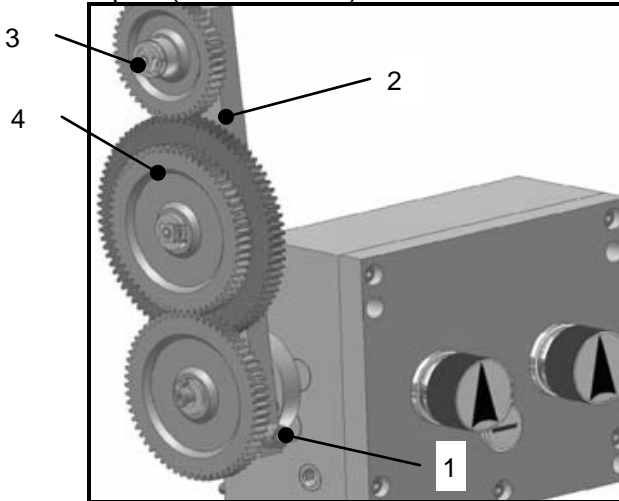

Рис. 15
- Ослабьте винт (1, Рис. 15) поворотной консоли (2, Рис. 15)
- Выведете, повернув на себя, из зацепления со шпинделем консоль (2, Рис. 15) с набором шестерен для удобства настройки
- Извлеките фиксирующие шайбы осей шестерен, и открутите квадратные гайки (3, Рис. 15)
- Аккуратно снимите шестерни (4, Рис.15) с осей, извлеките передвигаемые сухари осей шестерен (не показаны).
После регулировки зазоров между шестернями и их фиксации, поворотом консоли (2, Рис.15) введите шестерни в зацепление с шестерней на шпинделе и зафиксируйте ее винтом (1, Рис.15).